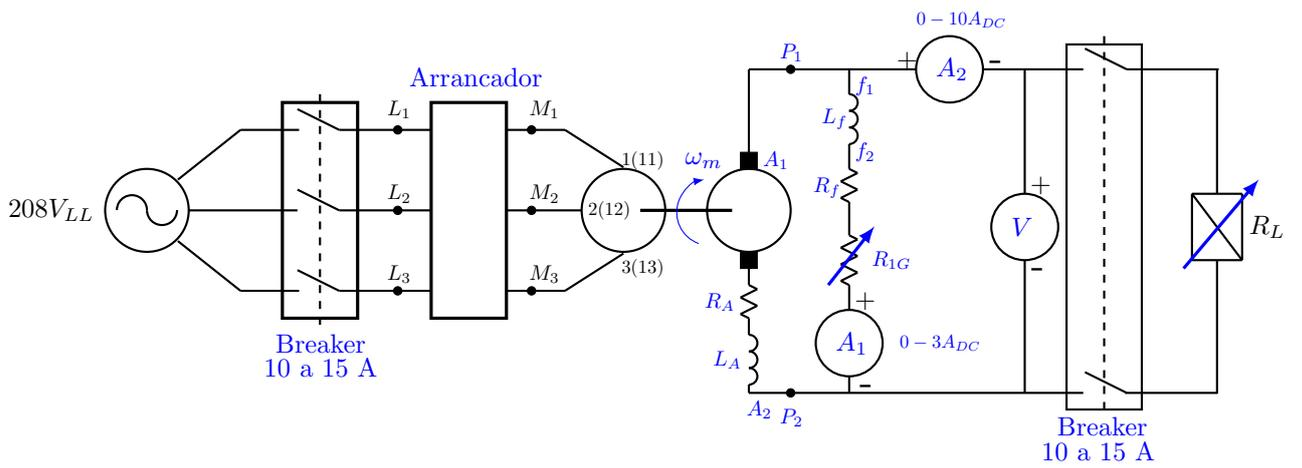

Figura 3: Montaje para la elaboración de la práctica en el grupo 4.
1. Montar en el grupo de potencia 4 la configuración mostrada en la figura 3.
3. Obtenga la curva de magnetización del generador. Para esto, fije el valor de la resistencia R_{1G} cercano a su máximo valor y energice el motor de inducción cerrando el interruptor (breaker) de lado izquierdo de la figura 3. Cambie el valor de la resistencia (disminuyendo su valor hasta cero) y para cada valor tome lecturas de A_1 y V .
- 4.2. Cierre el interruptor de la carga (el del lado derecho de la figura 3).
- 6.4. Cierre el interruptor de la carga (el del lado derecho de la figura 3).